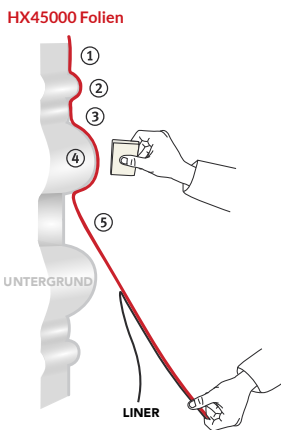

Abbildung 07
- › Abdeckpapier nach und nach abziehen, dabei eine Spannung nach unten aufrecht halten. (Abb. 07)
- › Beginnen Sie mit der Vertiefung ①, dann mit der Erhebung ②, bis hin zur nächsten Vertiefung ③.
- › Bis zur nächsten Wellenerhebung fortsetzen ④ und auf diese Weise bis zur ⑤ vollständigen Verklebung fortfahren.